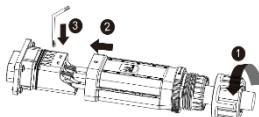
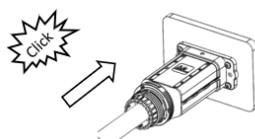

Fig. 11: Ansluta ledningar
Fig. 12: Sätta i skyddet
- 1 För den konfigurerade kabeln genom muttern och skyddet (fig. 11 pos. 1 & 2) och fäst den till kontakthållaren enligt ledningsordföljden (fig. 11/pos. 3) med den bifogade insektyckeln [**XA_3/4** 4,0 Nm].
- 2 Dra locket (fig. 11, pos. 3) över pluggen så att hålet i locket blir synligt (fig. 12).